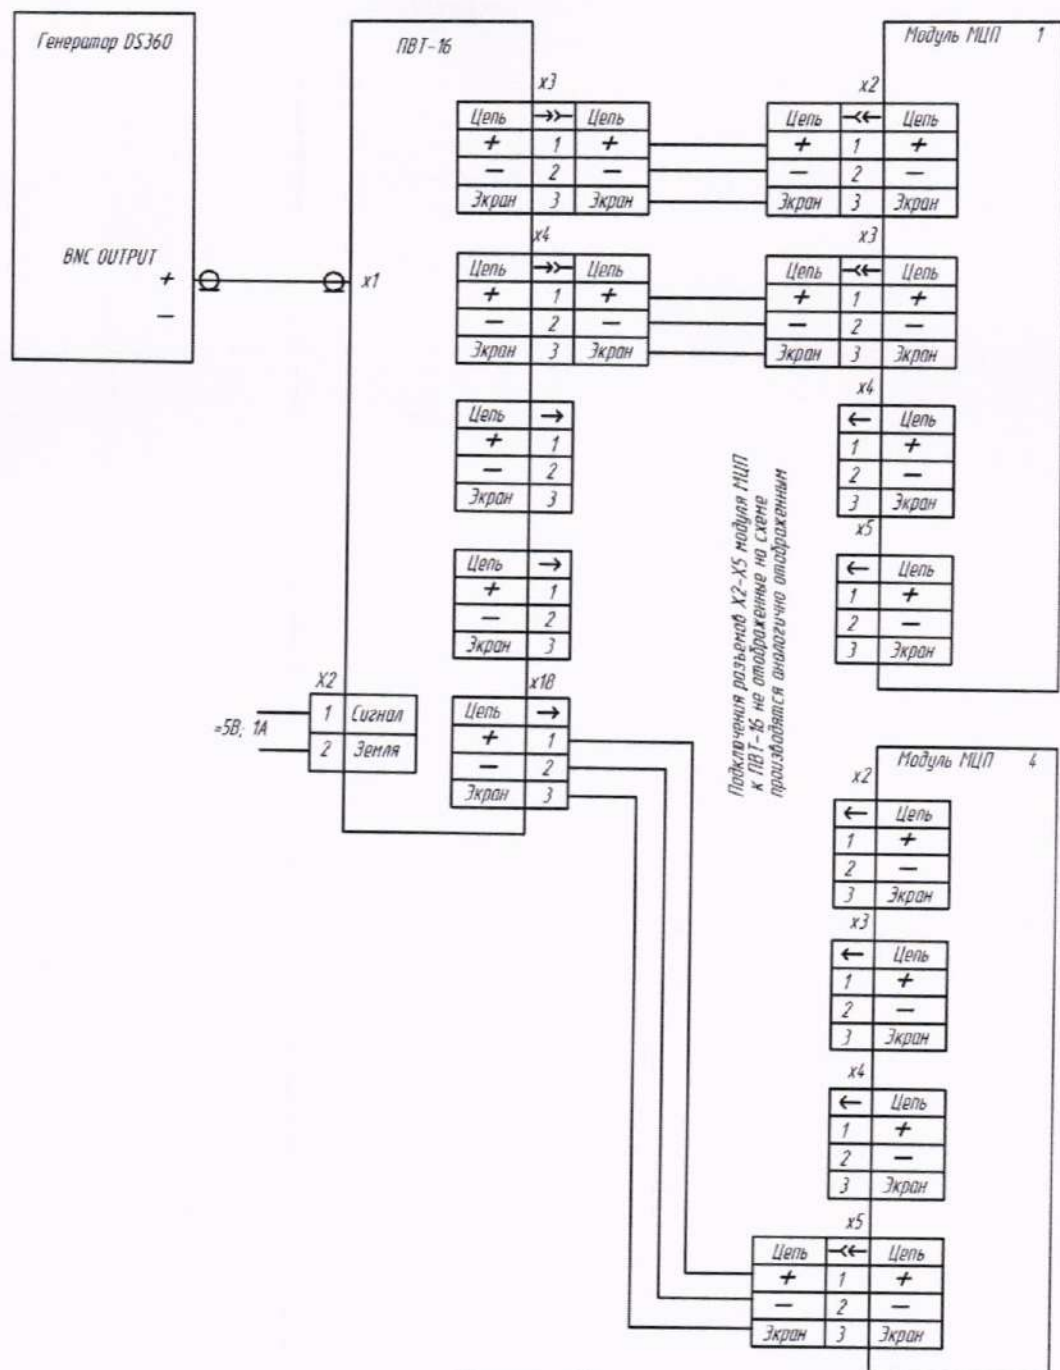

Рисунок 3
- рисунок 3 при наличии повторителя – разветвителя ПВТ-16;